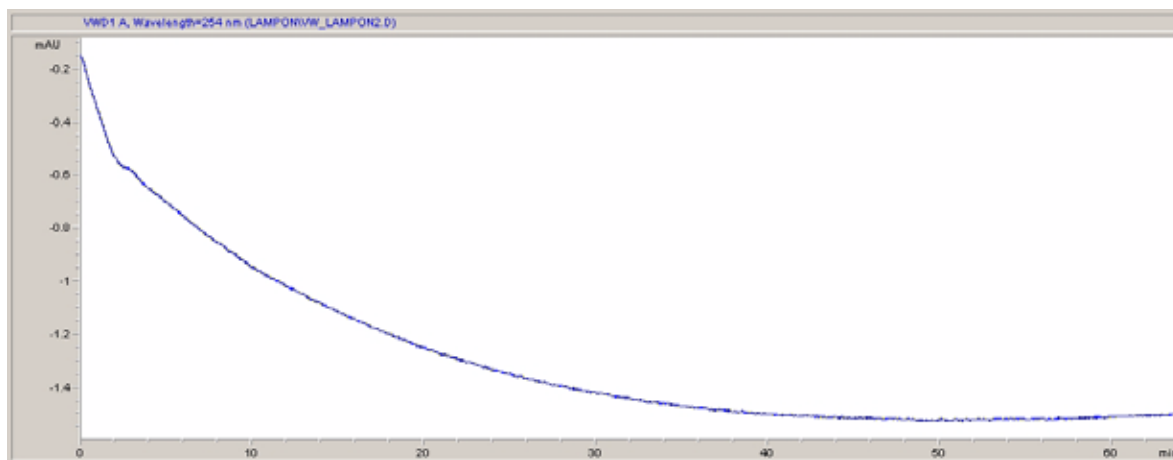

図 12 ベースラインの安定化
- 6 検出器を少なくとも 60 分のウォームアップすると、安定したベースラインが得られます (例: 45 ページ 図 12)。